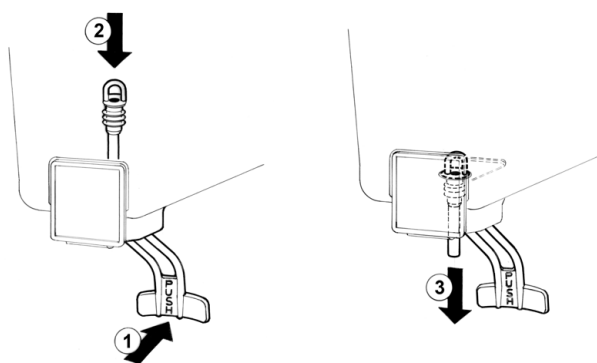

figure 5
sur le fond du réservoir. Tirer (3) doucement le tuyau vers le bas jusqu'à le bien placer (voir figure 5).